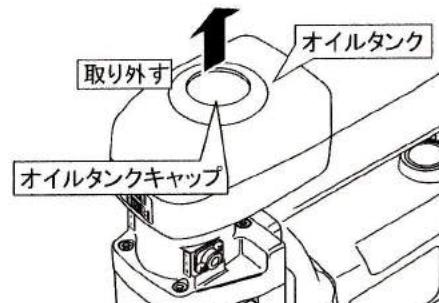

図6
- (1)オイルタンクキャップを取り外します。
- (2)付属の水溶性切削液を5~10倍にうすめ、オイルタンクに入れ、オイルタンクキャップを取り付けます。(図6)